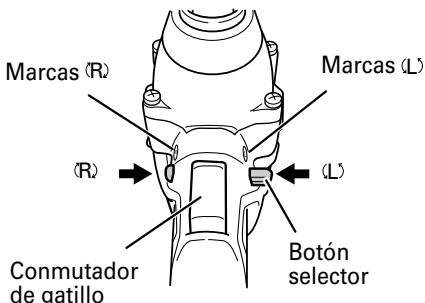

Fig. 6
El manguito girará hacia la derecha (mirándola desde atrás) al oprimir el lado R (der.) del botón pulsador. El lado L (izq.) del botón pulsador se usa para hacer girar el manguito hacia la izquierda. (Vea la Fig. 6). (Las marcas (L) y (R) están en el cuerpo de la herramienta).